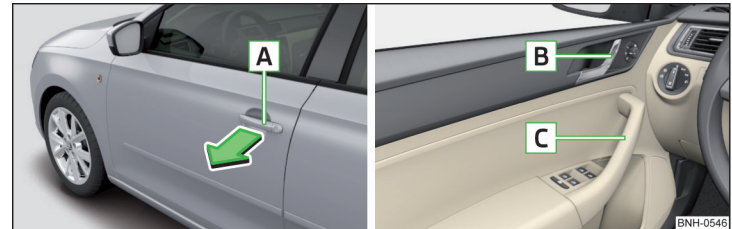

Abb. 33 Türgriff/Türöffnungshebel
- › Zum **Öffnen von außen** das Fahrzeug entriegeln und am Türgriff **A** in Pfeilrichtung ziehen » *Abb. 33*.